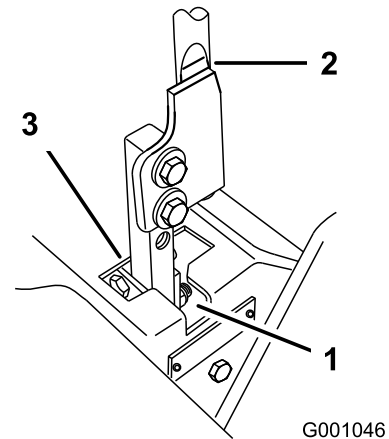

Figure 76
5. Placez le levier au point mort, sans le verrouiller (Figure 76).
6. Tirez le levier en arrière jusqu'à ce que l'axe de chape (situé sur le bras au-dessous de l'axe de pivot) touche l'extrémité de la fente (c.-à-d. commence juste à appuyer sur le ressort) (Figure 76).
7. Vérifiez la position du levier par rapport au cran de la console (Figure 76). Il doit être centré de façon à pouvoir pivoter vers l'extérieur jusqu'à la position de verrouillage du point mort.